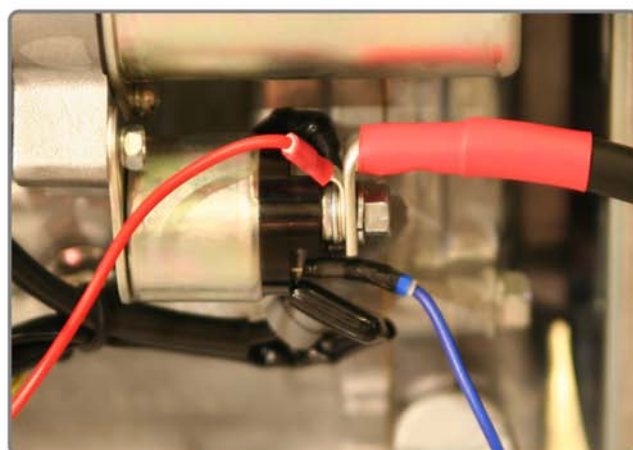

Рисунок 22
- Установить и закрепить гайкой **красный** провод кабеля управления и плюсовой силовой провод к реле стартера (рисунок 22).